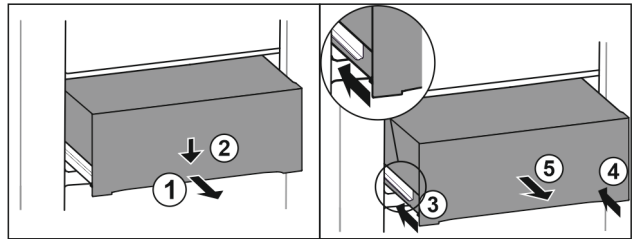

Fig. 93
- Schubfach halb herausziehen. Fig. 93 (1)
- Schubfach an der Vorderseite nach unten drücken. Fig. 93 (2)
- Linke Schiene etwa 2 cm einschieben. Fig. 93 (3)
- Rechte Schiene etwa 2 cm einschieben. Fig. 93 (4)
- Schubfach nach vorne entnehmen. Fig. 93 (5)